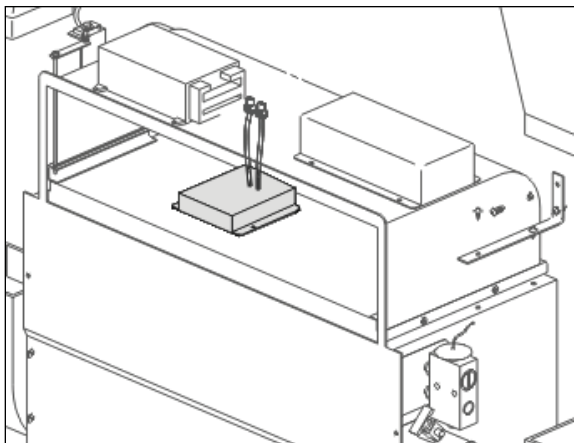

Figure 3 : Thermostat
2. Déconnecter et jeter le thermostat. (Fig 3)